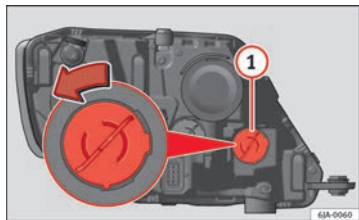

Abb. 157 Glühlampe für Blinklicht austauschen
- Drehen Sie den Lampenträger ⇒ Abb. 157 ① gegen den Uhrzeigersinn und nehmen Sie ihn ab.